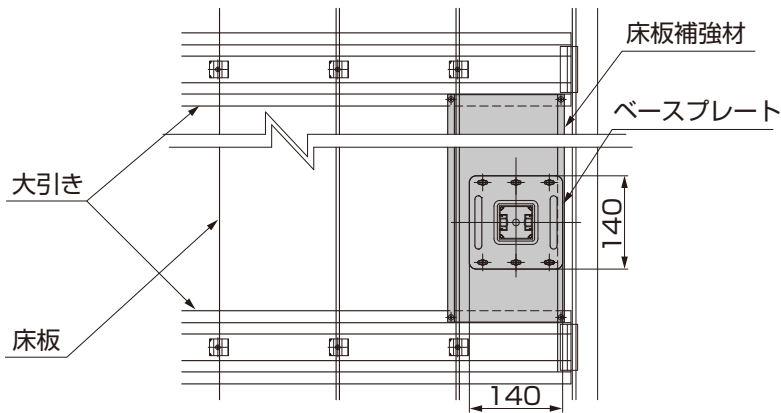
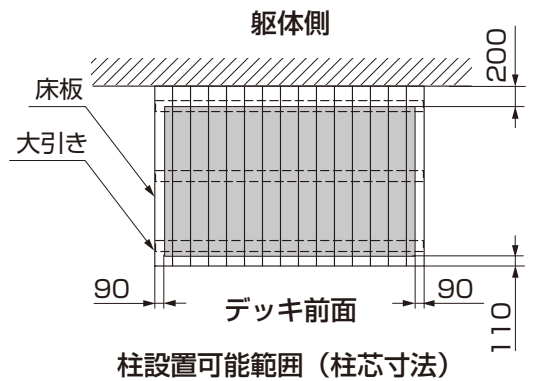
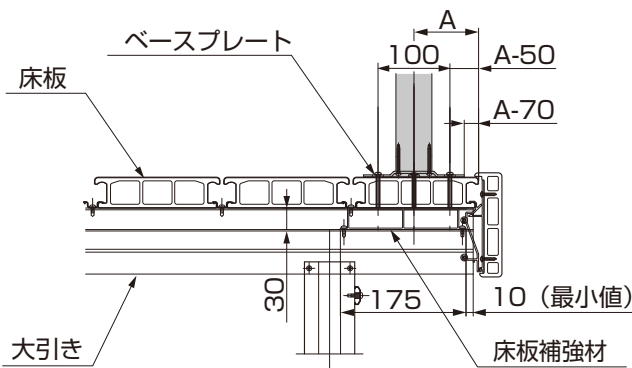
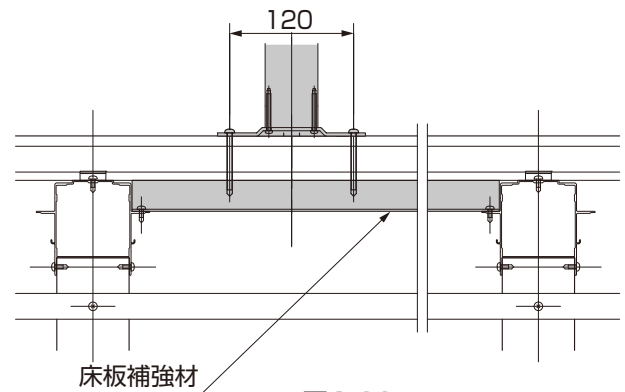

図3-19
図3-20
図3-21
図3-22
- デッキに図3-19、図3-20、図3-21、図3-22を参照して取付けてください。
- 図3-21のA寸法値の最小値は90mmです。
- 図3-21のA寸法の最大値は、フェンス固定アングルに手が届く約400mmの範囲内で自由に設定することができます。
②ネジ位置をマーキングしてください。
③マーキングした床板にφ5.5の下孔をあけてください。(※1)
④ベースプレートを【5-2】で、床板の下の床板補強材まで取付けてください。